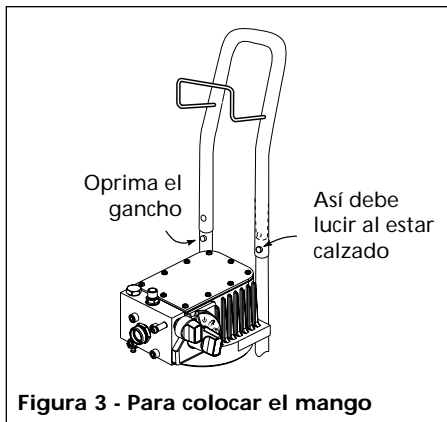

Figura 3 - Para colocar el mango
4. Para colocarle el mango oprima los ganchos y continúe empujándolo hasta que haya calzado. Cerciúrese de que los ganchos hayan calzado en el mango. El colgadero de la manguera debe estar hacia la bomba (Vea la Figura 3).